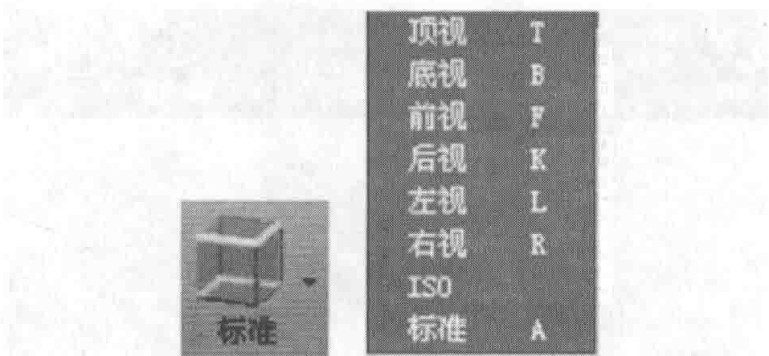

图 4-7 “标准视图”选项
(1) 旋转。按住鼠标中键，移动鼠标，视图会旋转，可以从不同的角度观察模型。
- (2) 移动。同时按住 Ctrl 和鼠标中键，移动鼠标，可以将视图平移。
- (3) 缩放。旋转鼠标滚轮，视图就会随之放大或缩小。
- (4) 视图。该系统有 8 个预设的标准视图存储于工具栏的视图选项中。点击工具栏上的“视图”按钮（点击“启动按钮→标准”）可以找到如下功能（图 4-7）：